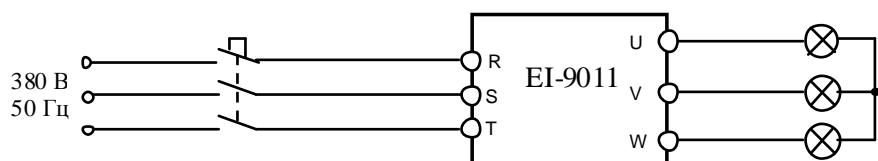

Рис. 4.11. Подключение ПЧ к сети 3ф 380В
4.11.1. Подключить три лампы к выходным клеммам U, V, W преобразователя частоты. Подать питание ~380 В 3Ф (рис. 4.11).